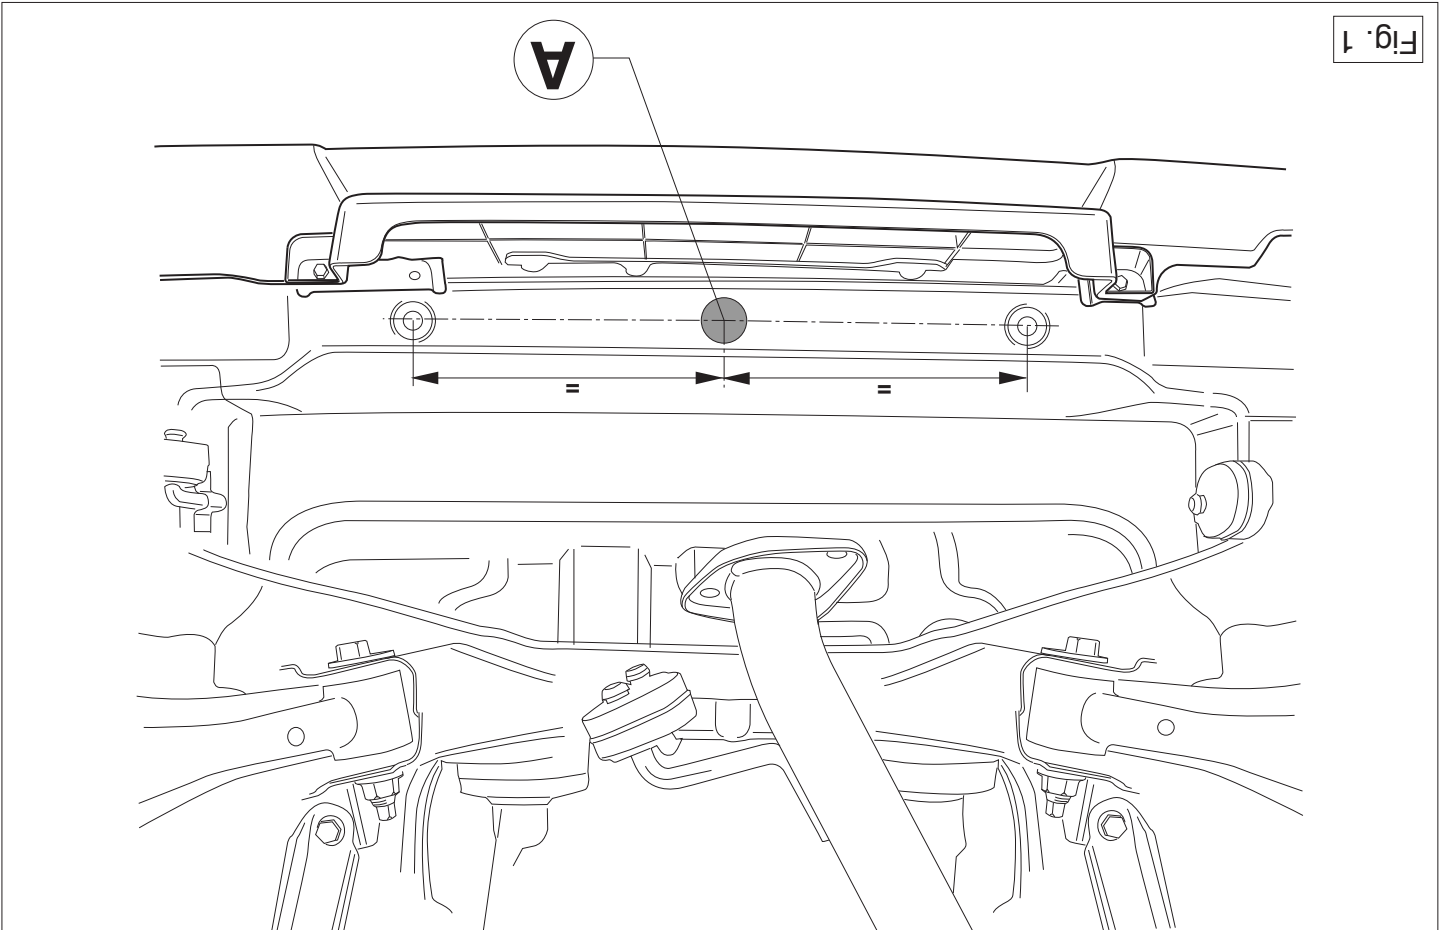

Fig. 1
4. Boor overeenkomstig fig. 1 het gat $\varnothing 29\text{mm}$.
4. Drill the hole $\varnothing 29\text{mm}$ as shown in fig.1.
4. Gemäß der Abb. 1 das Loch ø29 mm bohren.
4. Percer conformément à la fig. 1 le trou de ø29mm.
4. Просверлить отверстие диаметром 29 мм, как указано на рис. 1.
4. Borra hålet ø29mm enligt fig.1.